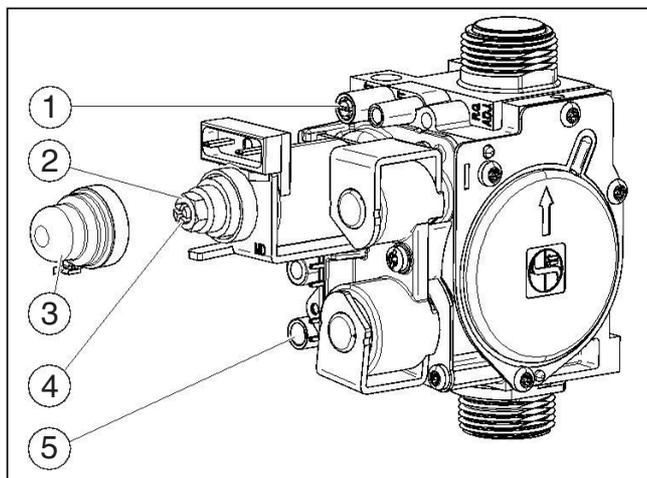

Рис. 31 Газовая арматура
- ▶ Отверните уплотнительный винт штуцера измерения давления на форсунках (рис. 31, [1]) и подсоедините U-образный манометр.
- ▶ Снимите крышку (рис. 31, [3]).
- ▶ Значение «max» давления (мбар) на форсунках приведено в таб. на стр. 38. Установите давление на форсунках регулировочным винтом максимального расхода газа (рис. 31, [2]). Поворот направо - больше газа, поворот налево - меньше газа.
- ▶ Значение «min» давления (мбар) на форсунках приведено в таб. на стр. 38. Установите давление на форсунках регулировочным винтом минимального расхода газа (рис. 31, [4]).
- ▶ Выключите котёл и закройте газовый кран, отсоедините U-образный манометр и заверните уплотнительный винт (рис. 31, [1]).
- ▶ Отверните уплотнительный винт на штуцере измерения подаваемого давления газа (рис. 31, [5]) и подсоедините манометр.
- ▶ Установите и опломбируйте крышку (рис. 31, [3]).
- ▶ Снимите заглушку с измерительного штуцера дымовых газов (→ рис. 31, [1]).